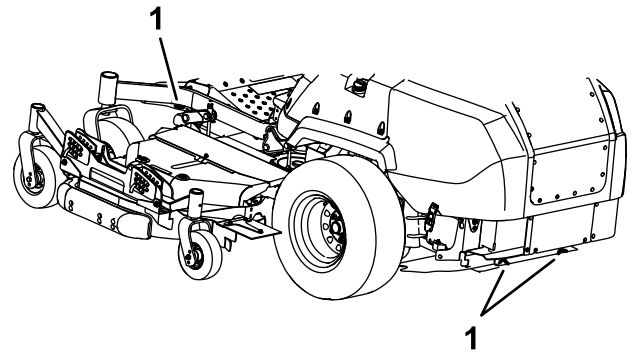

Figura 35
6. Amarre la máquina junto a las ruedas giratorias delanteras y el guardabarros trasero con correas, cadenas, cables o cuerdas (Figura 35). Consulte la normativa local respecto a los requisitos de amarre.